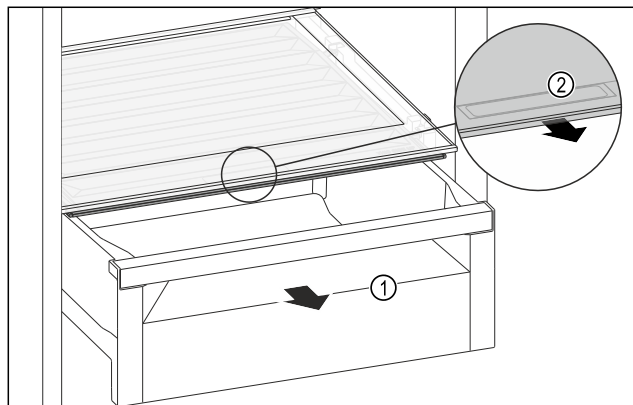

Fig. 171
- Retirer le tiroir Fig. 171 (1).
- Saisir la poignée encastree Fig. 171 (2) du couvercle du compartiment et tirer le couvercle du compartiment par l'avant.